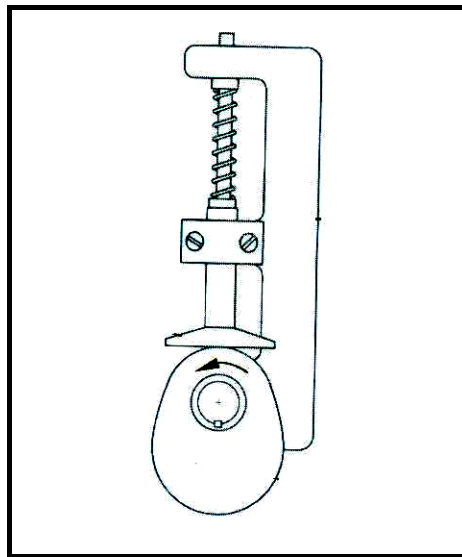

FIGUUR 1.7
1.17 Identifiseer die tipe skroefdraad wat in FIGUUR 1.7 getoon word.